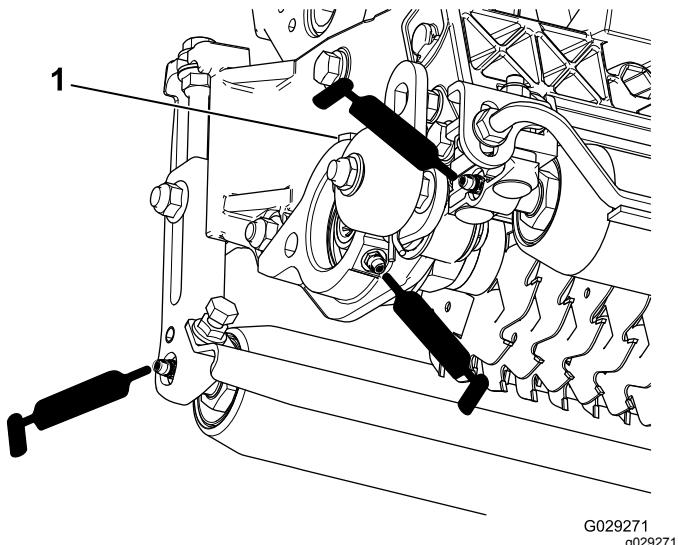

Figura 13
Cada unidad de verticorte tiene 5 engrasadores (Figura 13) que deben ser lubricados semanalmente con grasa de litio Nº 2.
2. Aplique grasa hasta que salga grasa limpia de las juntas del rodillo y la válvula de alivio del cojinete (Figura 13).